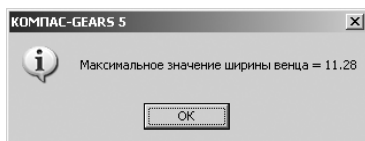

Рис. 5.27. Окно сообщений КОМПАС-GEARS 5
- введите в строке **10. Ширина зубчатого венца, мм**, значения как **10**. Если щелкнуть по кнопке **Справка о допусках значения ширины венца**, то появится окно сообщений, см. рис. 5.27;